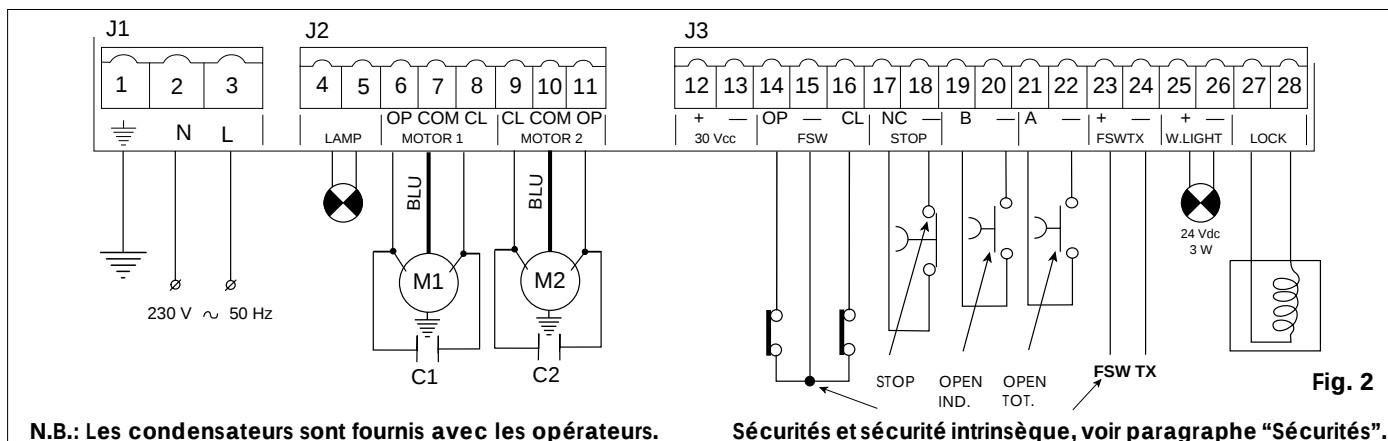

Fig. 2
① Bornier J1 (fig.2)
② Bornier J2 (fig.2)
③ Bornier J3 BT (fig.2): Il est utilisé pour connecter tous les accessoires (voir Tabl.2).